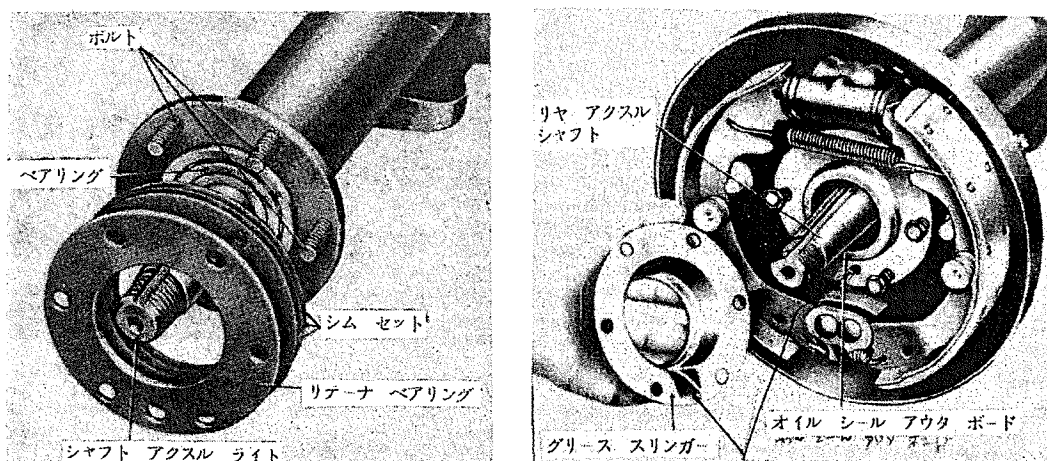

図 10-6 ベアリングリテーナ及びバックキングプレートの取付
ホイールベアリングリテーナ → バックキングプレート・アセンブリ → グリース・スリンガ・ガスケット → アウタ・グリース・リテーナ・シール・アセンブリ → グリース・スリンガ・ガスケット → グリース・スリンガ (グリースの抜け道を下側にする。図 10-6-②参照) → 締付ボルト、ロックワッシャ及びナット (アクスルハウジング側から挿入して締付ける。締付けトルク $3.5 \sim 4.8 m \cdot R_p$)